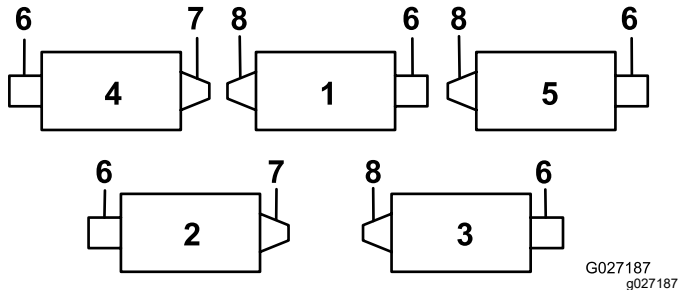
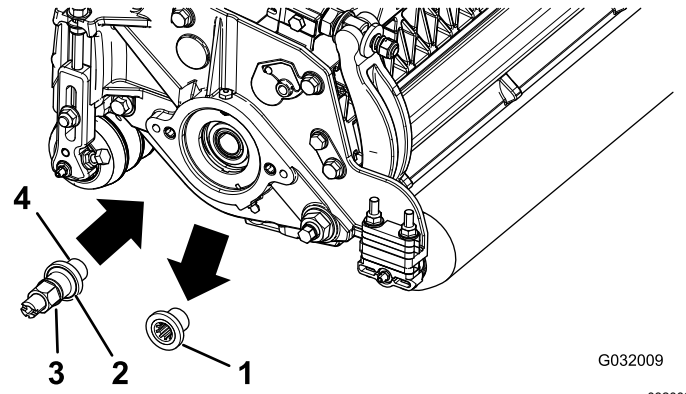

Figura 1
Figura 2
Todas las unidades de corte se suministran con el contrapeso montado en el lado izquierdo de la unidad de corte. Utilice la Figura 1 para determinar la posición de los motores de cepillo y de molinete.
6. Retire el inserto roscado de la transmisión del cepillo del rodillo trasero de la unidad de corte (Figura 1) y deséchelo (Figura 2).
Nota: Los insertos con rosca a izquierdas están en las unidades de corte 1, 3, y 5 (Figura 1).
8. Aplique fijador de roscas a las roscas del árbol de transmisión (Figura 2), instale el árbol de transmisión, y apriete a 115–128 N·m.